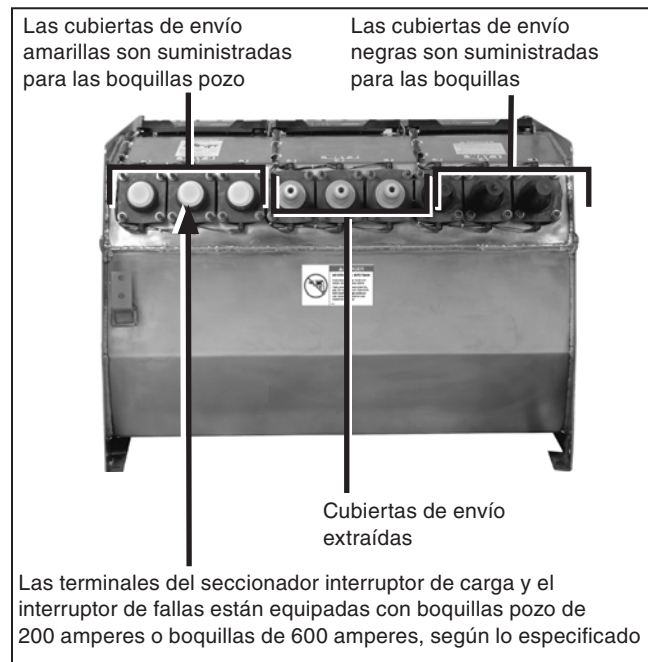

Figura 15. Cubiertas de envío en boquillas pozo y boquillas.
PASO 8. Remueva las cubiertas de embarque de las boquillas y las boquillas tipo pozo. Ver Figura 15.